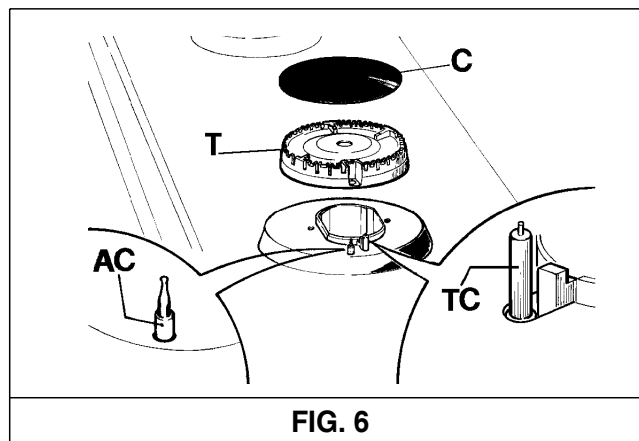

FIG. 6
Para manter a superfície da mesa brilhante, é muito importante que seja lavado periodicamente com água morna e sabão, bem enxaguado e seco. Da mesma maneira devem ser lavadas as grelhas esmaltadas, as tampas esmaltadas “C” e cabeças dos queimadores “T” (veja fig. 6).
- Verifique se a tampa esmaltada “C” (fig. 6) está posicionada correctamente na cabeça do